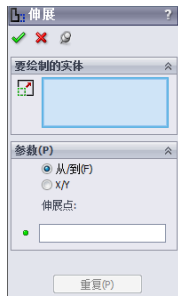

图 2-45 [伸展]属性管理器
2. 在出现的[伸展]属性管理器(图 2-45)中设置以下属性: